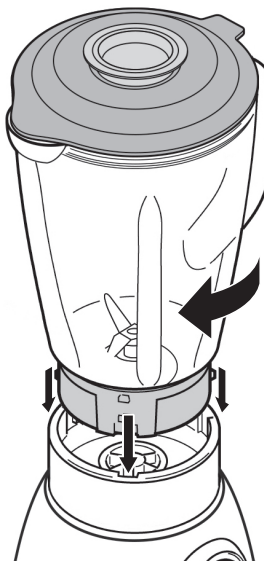

Fig. 3
- Afloje el aro de fijación de las cuchillas girándolo en sentido contrario a las agujas de reloj. (Fig.3)